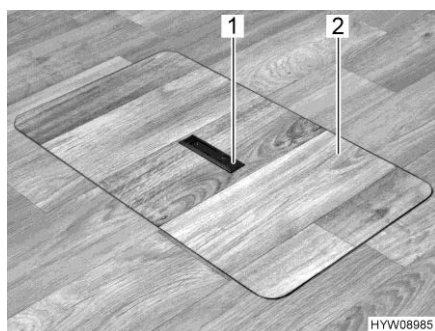
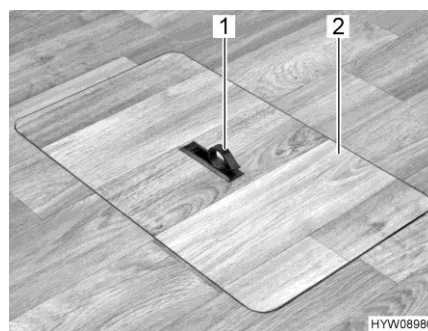

Fig. 78 Couvercle compartiment de rangement sous le plancher (poignée encastrée)
Fig. 79 Couvercle compartiment de rangement sous le plancher (poignée pivotée vers l'extérieur)
- Pousser la plaque de la poignée (Fig. 78,1) vers le bas d'un côté. La poignée (Fig. 79,1) pivote vers le haut.
- Retirer le couvercle (Fig. 79,2) par le haut.
- Mettre le couvercle (Fig. 79,2) en place dans le cadre découpé dans le plancher.